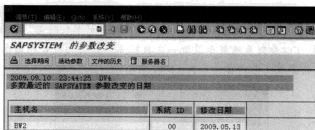

图 13-48 应用系统参数改变界面
STEP 1 在命令栏中输入“TU02”命令，进入应用系统参数改变界面，如图 13-48 所示。